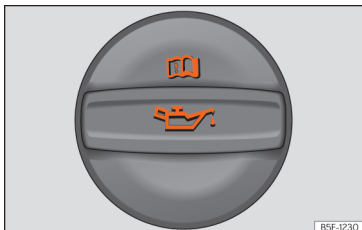

Рис. 243 Моторний відсік: кришка горловини для моторної оливи.
- Знайдіть заливну горловину для моторної оливи. Вона має символ  на кришці ►► **рис. 243**.
- Зніміть кришку заливної горловини для моторної оливи ►► **рис. 243**.